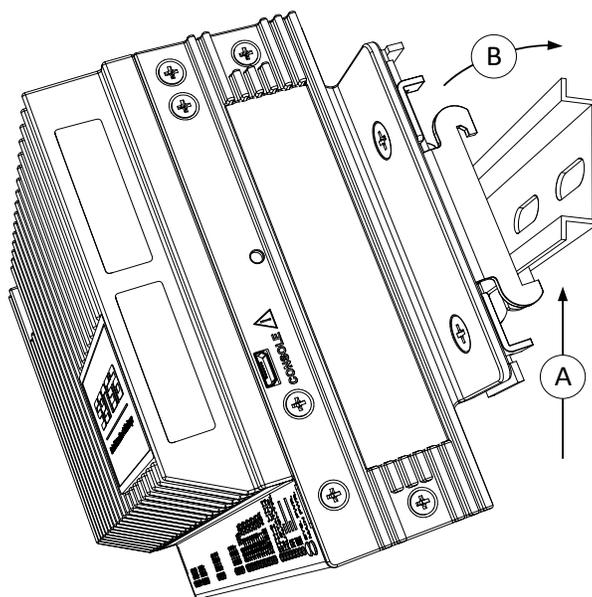

Рисунок 3.4— Крепление зажима к DIN-рейке
3. Прикрепите зажимы для установки HCC2 на DIN-рейку к DIN-рейке (Рисунок 3.4, стр. 19).
4. Потяните HCC2 до натяжения пружины зажима и поверните таким образом, чтобы боковина зажима вошла в зацепление с рейкой (Рисунок 3.4, стр. 19).